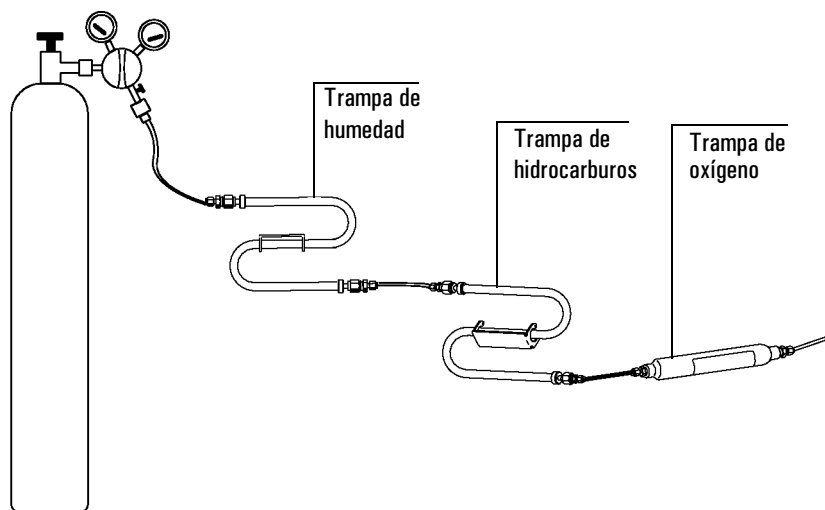

Figura 104 Diagrama de las tuberías
1. Determinar donde se va a instalar la trampa en la línea de suministro. Consultar el orden recomendado de las trampas en la Figura 104.